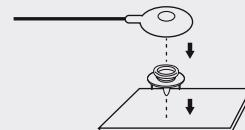

Figura 2. Croquis de instalación de la puesta a tierra del tapete
- La puesta a tierra del tapete puede hacerse mediante un encaje 615.00063 y un cable de puesta a tierra 615.00015. (Figura 2).